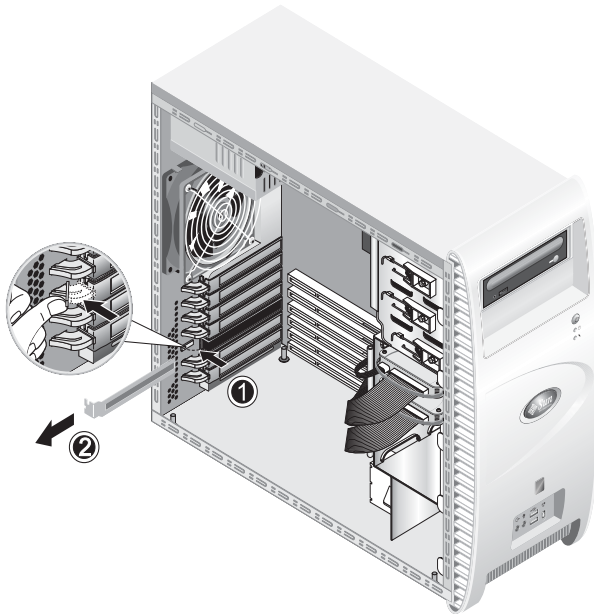

РИСУНОК 4-15 Снятие заглушки слота платы PCI
5. **Нажимайте на синий фиксирующий зажим (удерживающий заглушку выбранного слота) на внутренней стороне корпуса, пока он не войдет в отверстие на задней панели (см. РИСУНОК 4-15, элемент 1). Затем поверните зажим наружу.**
6. **Извлеките заглушку слота (см. РИСУНОК 4-15, элемент 2).**